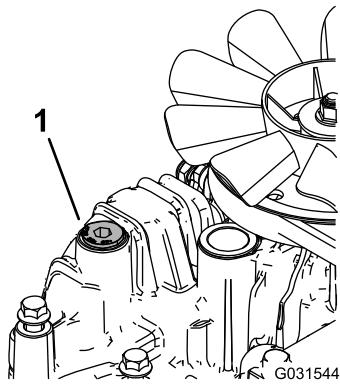

Figura 71
11. Afloje el tapón de ventilación de cada transmisión hasta que esté suelto y se mueva de un lado a otro (Figura 71).